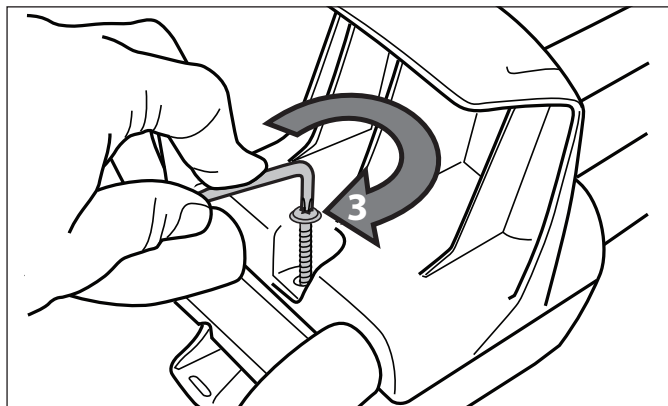

Figure 3. Installer le crochet du câble d'alimentation et le crochet du module de commande
- Fixer solidement le crochet du câble d'alimentation et le crochet du module de commande autour des tubes à l'aide d'une vis, puis serrer à la main avec la clé Torx® (fournie avec l'appareil). Se référer à la Figure 3.